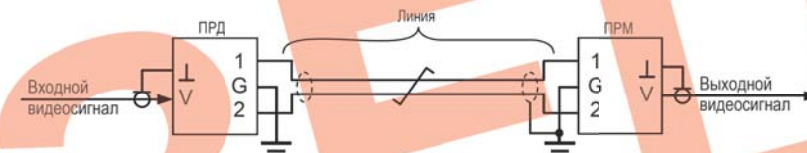

Рис.2 Схема включения АПВС-TVI
4. Включение АПВС–TVI показано на рис.2, 3, 4, 5.